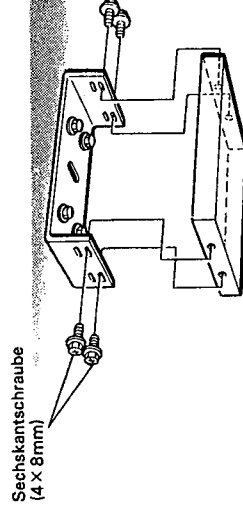

Abb. 6
4. Das Gerät einbauen. (Abb. 6)